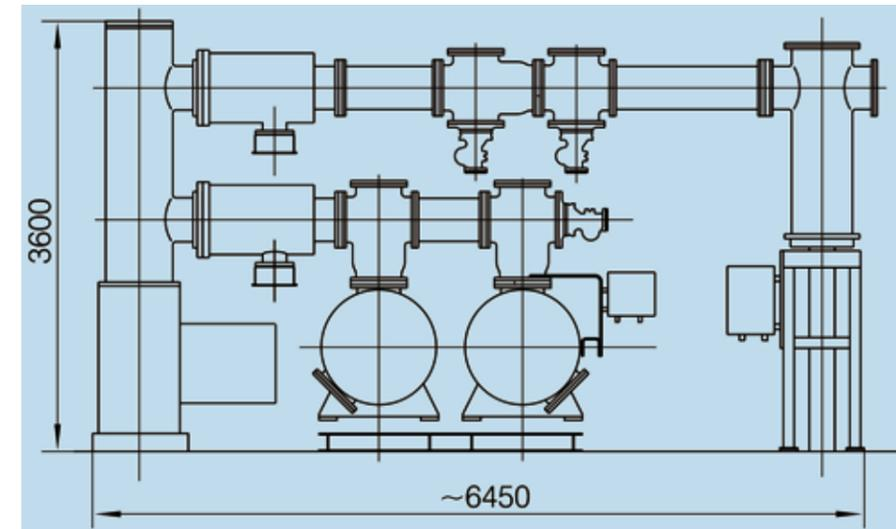

Рис. 5.1 Соединитель двойной шины – входящая и выходящая кабельная линия
5.1.2 Подключение двойной шины (см. рис. 5.1)